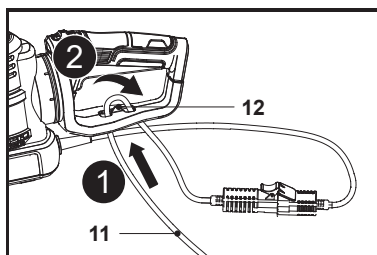

Fig. 3
2. Dobre o cabo de alimentação (11) para trás, a cerca de 20 cm da tomada, e introduza o laço pelo orifício do retentor de cabo (12) e pendure-o no gancho (Fig. 3, passos 1 e 2).